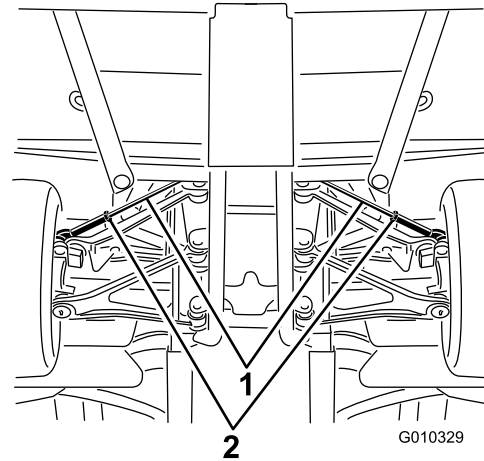

Figura 66
- A. Afloje la contratuerca del centro del tirante (Figura 66).